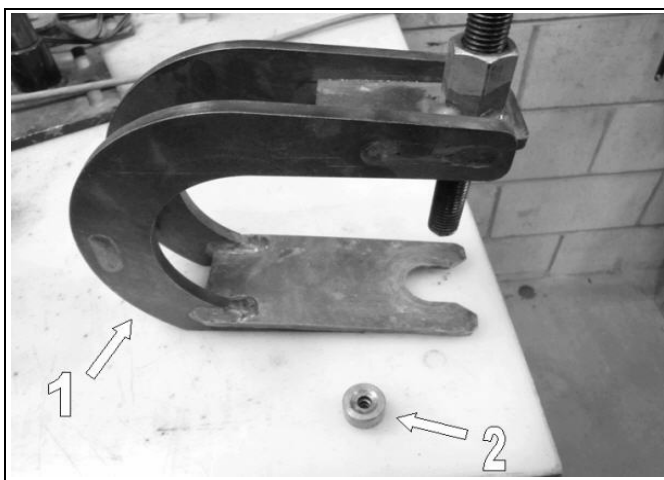

Figura 19
Utilizzare l'estrattore Tatou n.2000-00-1050 (punto 1, figura 19), e seguire le seguenti indicazioni per effettuare la sostituzione:
- Se non c'è alcun bullone, utilizzare il manicotto di allineamento (punto 2, figura 19) per posizionare l'estrattore.